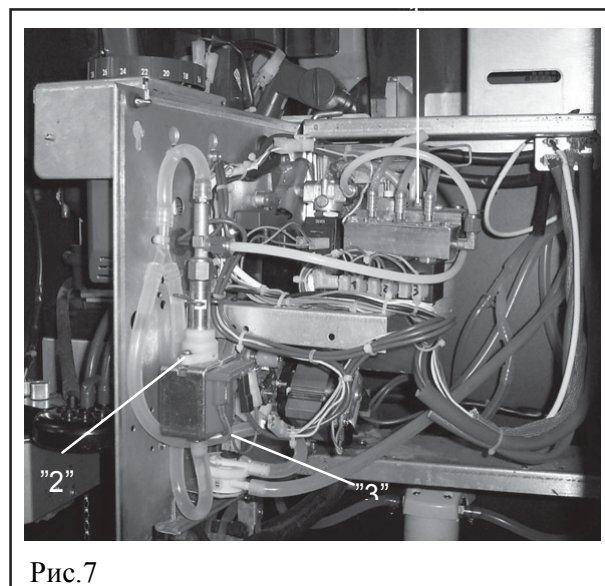

Рис.7
- после включается помпа (2, рис. 7) и подкачивает заданное счетчиком воды (3, рис. 7) количество воды через ЦУ для приготовления эспresso;